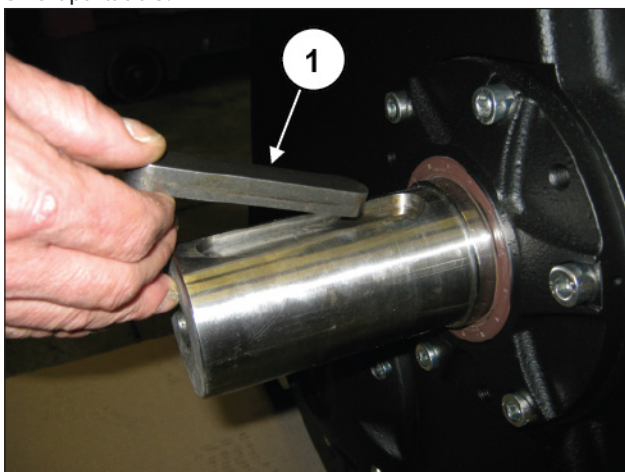

Fig. 145
Introducir la lengüeta en el eje PTO (pos. ①, Fig. 145). Ajustar los tornillos con la llave dinamométrica como se indica en el apartado 3.